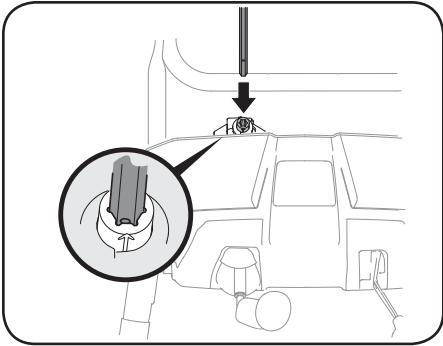

Figure 2-20
6. Insérez l'extrémité hex. de la tige (trou vers le haut) dans le pignon. Voir la Figure 2-20.